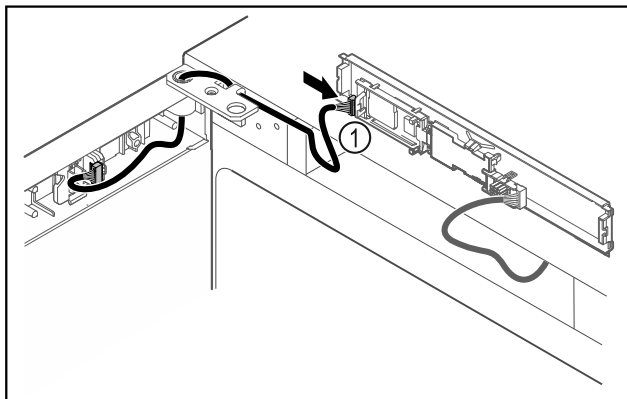

Fig. 42
- ▶ Sätt in kontakten Fig. 42 (1) på kretskortet.